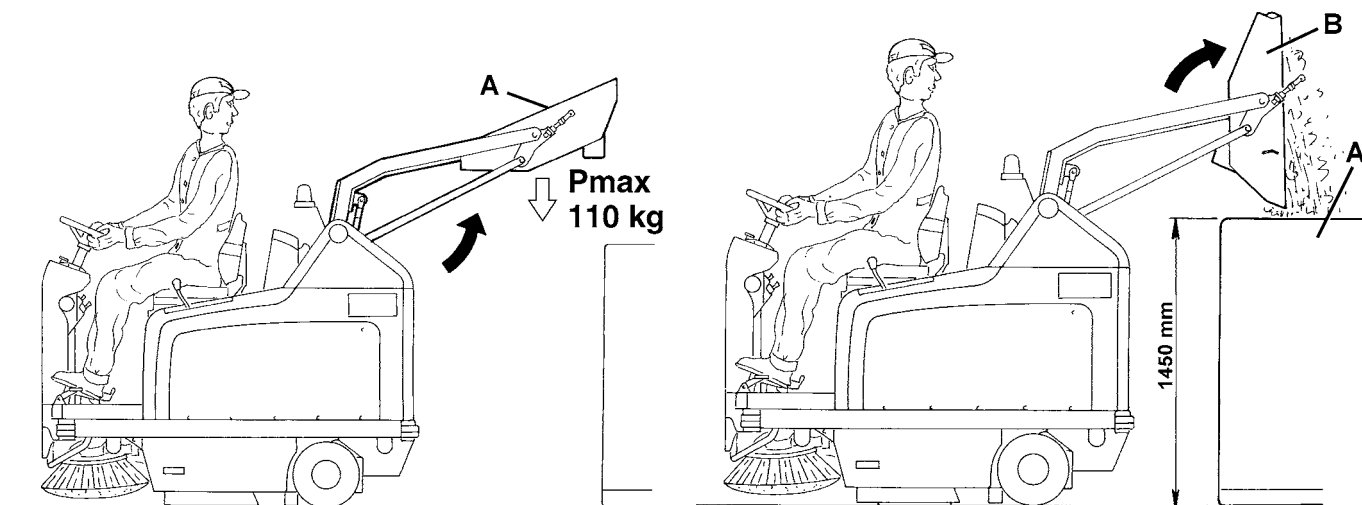

Figure 1
3. Tenir les personnes à distance de la machine, en particulier de l'endroit du conteneur déchets (4).
4. Appuyer en même temps sur l'interrupteur de confirmation (51) et sur l'interrupteur de soulèvement (57), en soulevant le conteneur déchets (A, Fig. 1) à la hauteur désirée.
Le basculement du conteneur déchets (A, Fig. 1) n'est possible qu'après avoir soulevé le conteneur à une hauteur minimum de 300 mm.